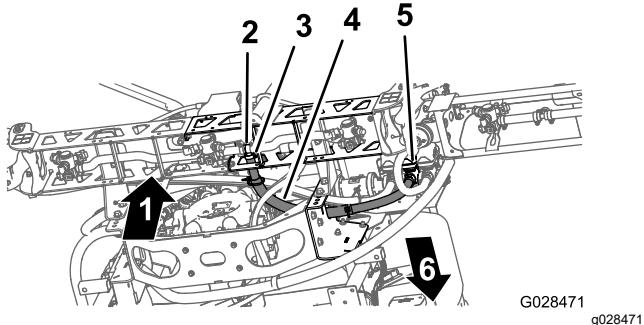

Figura 42
1. Enrute la manguera de la sección de brazo central como se muestra en Figura 42.
2. Instale la manguera de la sección del brazo sobre la espiga del conector en T de la sección de brazo central y sujetela con una abrazadera (Figura 42).